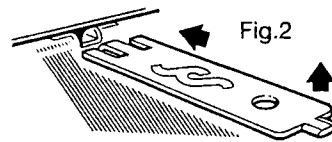

Fig. 2
Pour enlever la façade transparente, utiliser la clé spéciale en faisant levier en partie haute du boîtier comme indiqué (voir fig. 2).
2. Déposer le couvercle de façade (fig. 4) en utilisant la clé fournie (fig. 2).